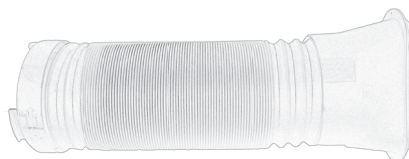

Abb. 2
3. An einem Rohrende (18) schrauben Sie den Montagering (19). Die drei Noppen an der Außenkante des Ringes (19) müssen sich nach dem Anschrauben außerhalb des Rohres befinden (Abb. 2). An das andere Rohrende (18) schrauben Sie den Montageverbinder (20).